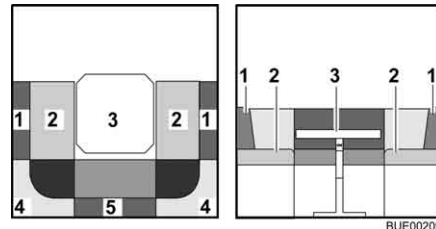

Fig. 72 Avant la transformation
- Convertir la table (Fig. 72,3) en sommier de lit (voir paragraphe 6.10).